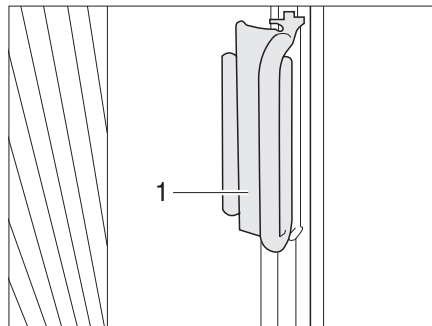

Fig. 81 Estor plegable de la ventana del conductor y la ventana del acompañante
- Sujetar cada vez el tirador (Fig. 81,1) de los estores plegables y tirarlos cuidadosamente hacia delante, hasta que el cierre magnético mantenga cerrado el estor plegable.
- Empujar el tirador (Fig. 81,2) a la pieza sobrepuesta. El estor plegable está asegurado.